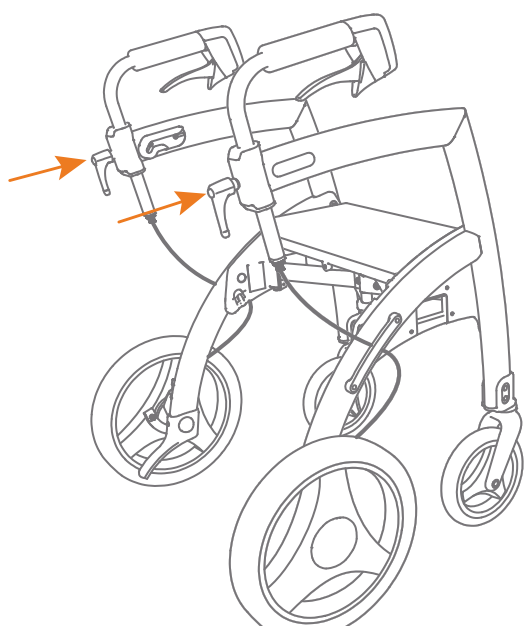

Figure 1 : Vissez les deux poignées de réglage avant utilisation.
- Vissez les deux poignées de réglage jusqu'à ce qu'elles ne puissent aller plus loin. Alors, les poignées sont verrouillées **(Figure 1 et 2)**.